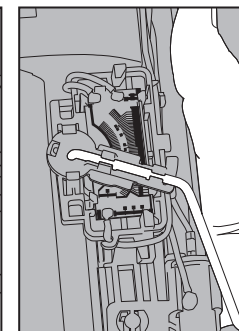

Figura 3
2. Empuje cuidadosamente el brazo del flotador hasta que se enganche dentro en el transmisor de nivel de combustible. Ahora el brazo del flotador estará en posición (Figura 3).